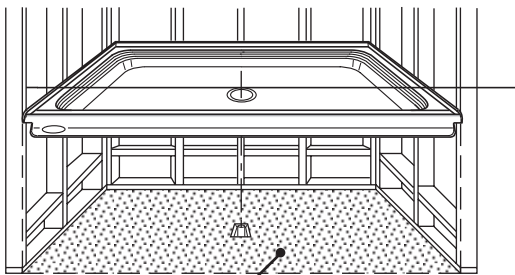
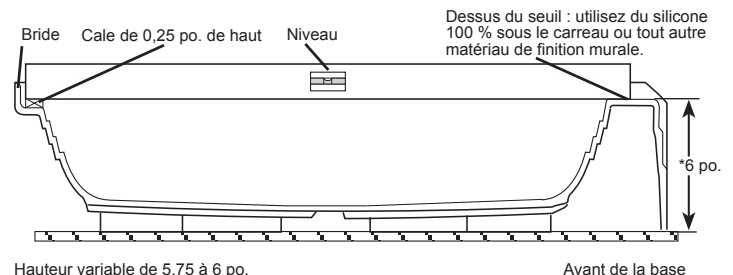

Figure 6
Figure 7. Nivellement de l'avant vers l'arrière
- 4 Placez et installez la base sur l'évacuation (voir la Figure 6). Positionnez le raccord d'évacuation sur le centre du tuyau d'évacuation, et posez délicatement la base de douche. Appuyez fermement jusqu'à ce que la base soit bien en place. Vérifiez le niveau de la base dans deux directions. Une cale élevée de 0,25 po. est nécessaire à l'arrière de la base pour le nivellement de l'avant vers l'arrière (voir la Figure 7).